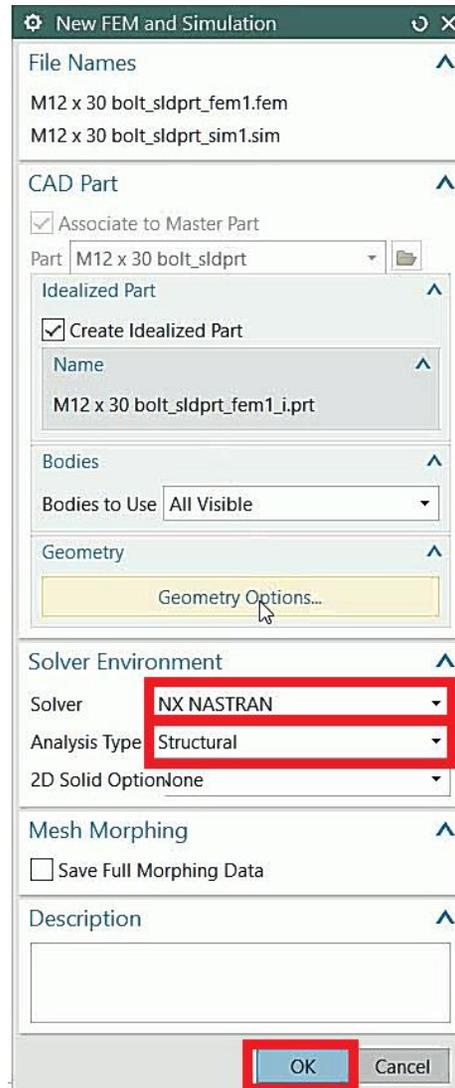

Figura 5.23 Sección Solver Environment.
- En la sección de **Solver** seleccionar **NASTRAN**, mientras que en la sección Analysis se selecciona **Structural** (Figura 5.23).